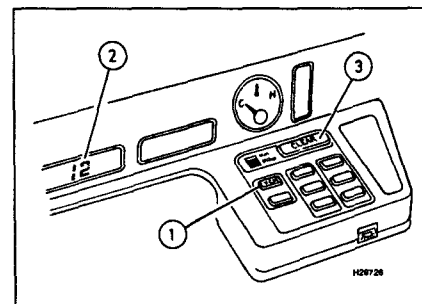

Рис. 16.1. Монитор состояния автомобиля
и LH-15CU генерируют 2-значные коды, которые могут быть отображены на дисплее монитора состояния автомобиля (см. рис. 16.1) или извлечены с помощью считывателя кодов.
отсеке. Разъем обычно имеет цилиндрическую форму, окрашен в коричневый цвет и имеет 6 контактов. Кроме того, автомобиль оснащен монитором состояния, на дисплее которого могут быть отображены все коды неисправностей. Монитор расположен под панелью приборов (см. рис. 16.1).
- 4 Нажимайте кнопку 1 (см. рис. 16.1) на панели монитора - на дисплее будут появляться коды неисправностей. Если на дисплее появится знак * (звездочка), значит в памяти БЭУ хранится большое число неисправностей.